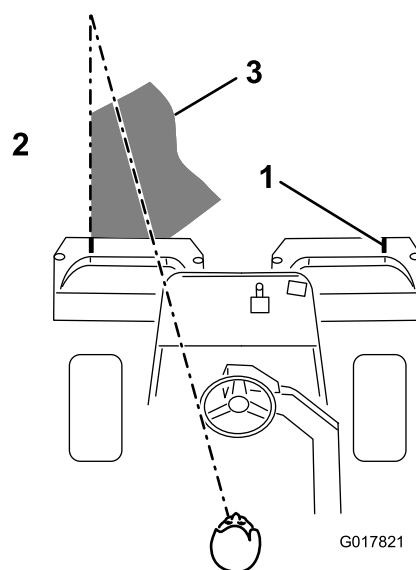

Bild 41
3. Wenn Sie zurückfahren, sollte der neue Mähgang den ersten ein klein wenig überlappen. Damit Sie in einer möglichst geraden Linie über die Grünfläche fahren können und einen gleichmäßigen Abstand zum zuvor gemähten Rasenstück einhalten können, sollten Sie sich eine imaginäre Sichtlinie ungefähr 1,8 bis 3 m vor der Maschine bis zum Rand des noch ungemähten Teils der Grünfläche vorstellen (Bild 41). Manche Leute finden es auch hilfreich, die äußere Kante des Lenkrads in die Sichtlinie mit einzubeziehen, d.h. sie halten das Lenkrad in einer Linie mit einem Punkt, der immer im
gleichen Abstand von der Vorderseite der Maschine bleibt (Bild 41).